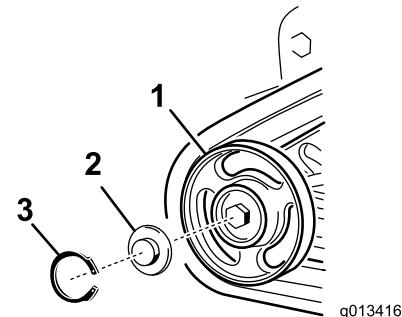

Figura 46
4. Retire la anilla a presión y el tapón de una de las ruedas de rodaje (Figura 46).
5. Compruebe la grasa que hay debajo del tapón y alrededor de la junta (Figura 46). Si está sucia, tiene arenilla o queda poca grasa, elimine toda la grasa, cambie la junta, y añada grasa nueva.
7. Coloque el tapón engrasado sobre la cabeza del perno (Figura 46).
8. Sujete el tapón de la rueda de rodaje con la anilla a presión (Figura 46).